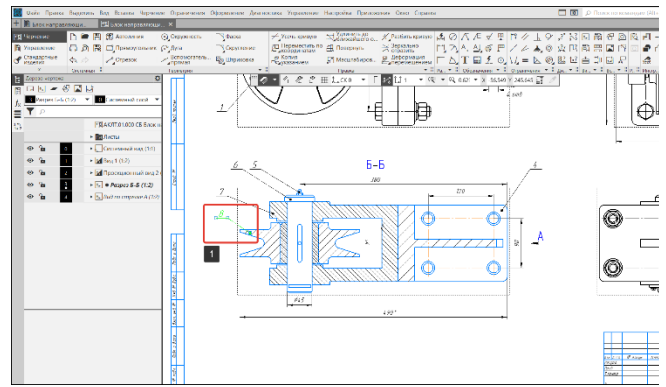

Рисунок 406 – Выбор позиции на чертеже
- Подсветим позицию, которую нужно сопрячь со спецификацией (1) (Рисунок 406);